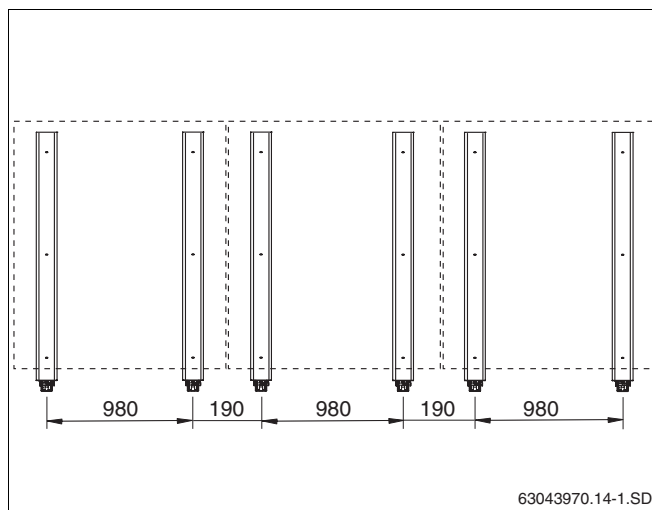

Fig. 25 Version pour charges maximales, 3 capteurs verticaux
5.2.2 Version pour charges maximales (accessoire, Fig. 25)